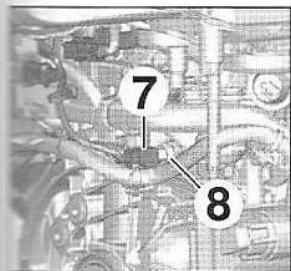

FIG.67
- Débrancher le connecteur (7) (Fig.67).
- Déposer le capteur de pression de la rampe commune (8).